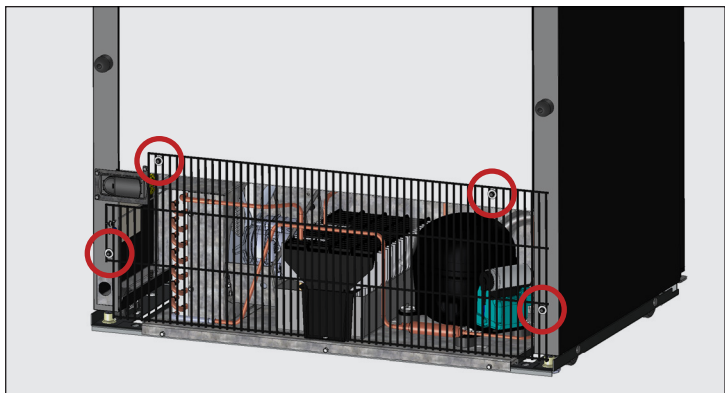

Fig. 1. Esempio di posizioni delle viti della griglia posteriore. Variabili in base al modello.
2. Rimuovere la griglia posteriore dall'apparecchio. Vedere fig. 1.